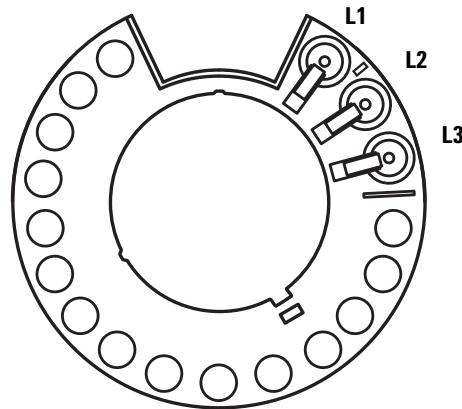

Abb. 112 Übertragungskarussellpositionen L1, L2, L3 (Ansicht von oben)
- 2 Entfernen Sie alle Fläschchen von den Übertragungskarussellpositionen L1, L2 und L3 in beiden Türmen (Abb. 112).